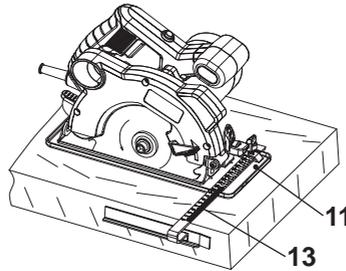

Fig. 11
1. Fije la guía paralela (13), al producto como se describe más arriba y ajústela a la anchura deseada.
3. Coloque la placa base (11) plana sobre la pieza y guíe el producto de forma lateral a lo largo del borde (Fig. 11).